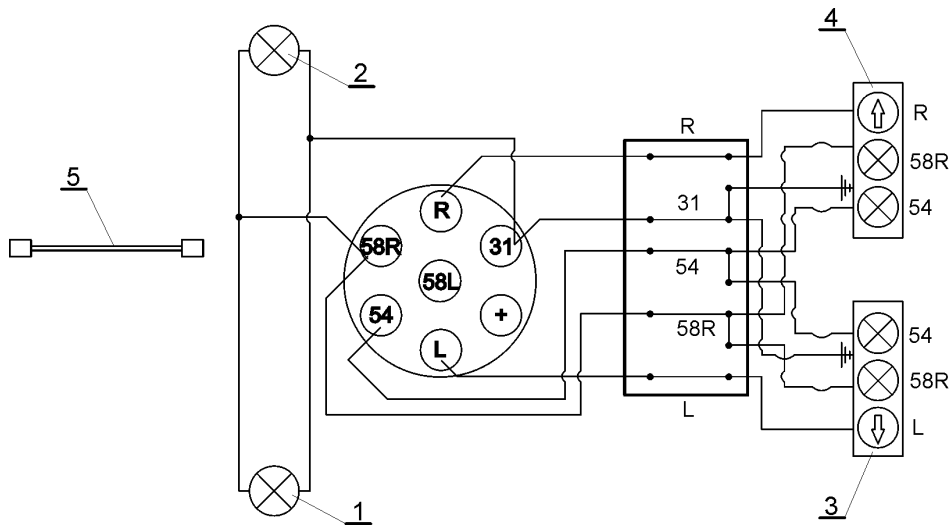

Рис.5
Электрооборудование в разбрасывателе постоянного типа. Оснащен разбрасыватель в два габаритных передних фонаря и два задних фонаря. Для подключения электрооборудования разбрасывателя с оборудованием трактора служит соединительный провод (5). Схема подключения согласно рис.5.